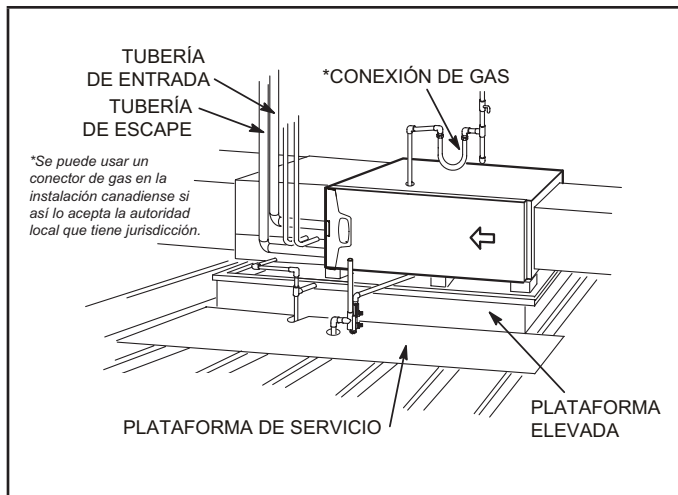

Figura 19
Este calefactor puede instalarse ya sea en un ático o en un espacio entre plantas. Ya sea cuelgue el calefactor de los travesaños del techo o de las vigas del piso, tal como se muestra en la Figura 18, o instale el calefactor sobre una plataforma, tal como se muestra en la Figura 19. Se puede ordenar un kit de suspensión horizontal (51W10) de Lennox o usar un equivalente.
- 2 - Construya un marco de madera elevado y cúbralo con una lámina de madera terciada. Si la unidad se instala arriba del espacio acabado, instale un colector de drenaje auxiliar debajo de la unidad. Coloque la unidad en el colector de drenaje como se muestra en la Figura 19. Deje un espacio de mantenimiento de 8 pulgadas debajo de la unidad para la trampa de condensado.